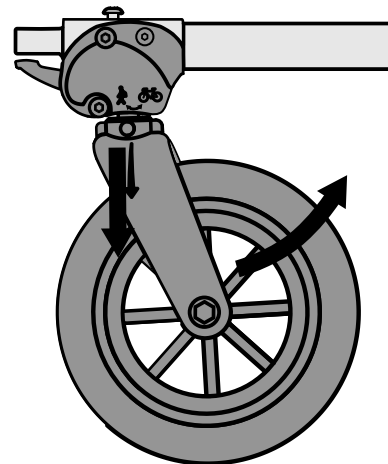
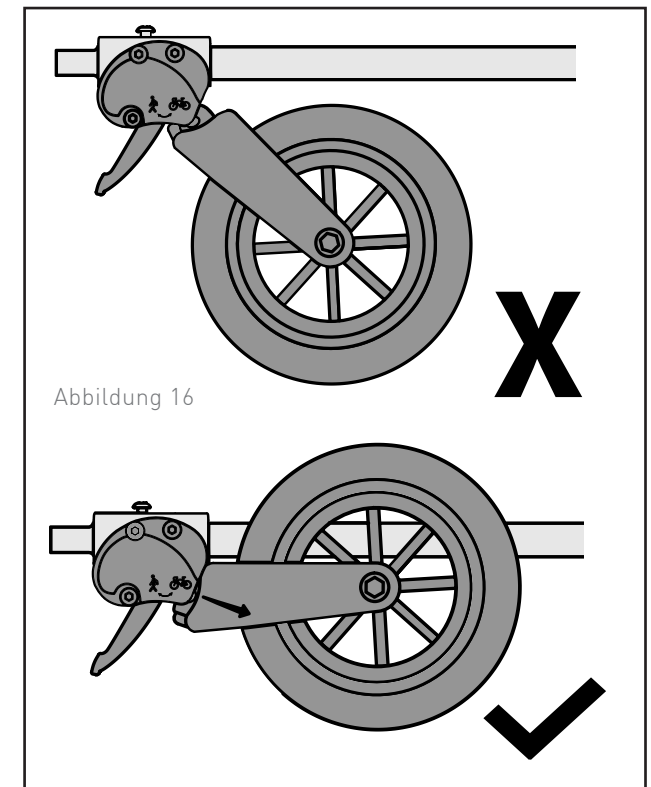

Abbildung 15
Abbildung 16
1. Die Gabel wie gezeigt (Abbildung 15) nach unten ziehen und in den Jogging-Modus drehen. Die Gabel wird automatisch in der Anhänger-Position verriegelt, wenn sie richtig positioniert ist (Abbildung 16).